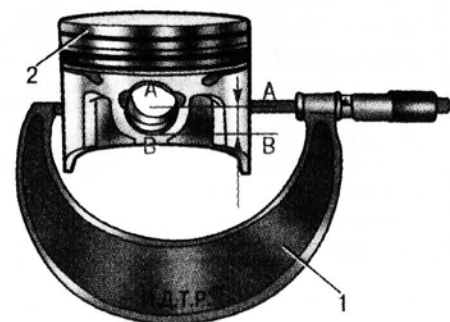

Рис. 4.39. Схема измерения диаметра поршня: 1 — микрометр; 2 — поршень; А, В — плоскости измерения профиля юбки
9. Измерьте диаметр поршней (рис. 4.39) в плоскости, перпендикулярной оси поршневого пальца, на расстоянии 10 мм от кромки юбки. Диаметр поршня номинального размера для двигателей объемом 1,6 и 1,8 л составляет 80,9–81,02 мм, для двигателей 2,0 л — 82,48–82,52 мм. Диаметры ремонтных поршней увеличены на 0,25 и 0,50 мм.